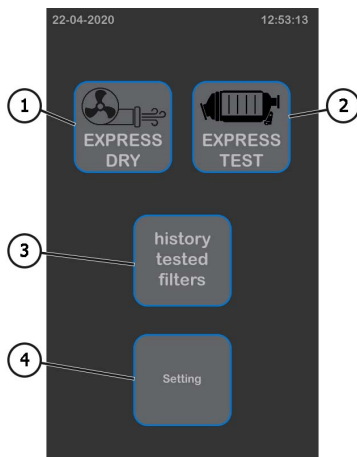
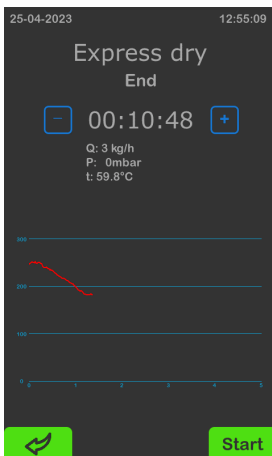

Рисунок 2. Главный экран управления модулем MS900A
Рисунок 12
Модуль MS900A имеет два режима работы: диагностики (см. поз. 2 рис. 2) и сушки фильтра (см. поз. 1 рис. 2). Модуль позволяет вести историю обслуженных фильтров (поз. 3.) Настройки модуля осуществляются в меню см. поз. 4.
- На главном экране модуля MS900A запустите режим диагностики см. поз. 2 рис. 2.
Подключите к **выходу фильтра** шланг от модуля MS900A. Активируйте режим сушки см. поз. 1 рис. 2. и запустите процесс кнопкой «**Start**» см. рис. 12. В случае необходимости процесс можно прервать или продлить в любой момент.